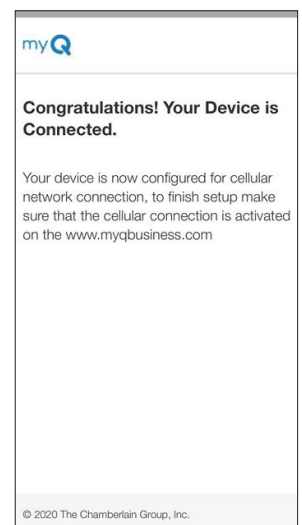

Figure 5
7. Lorsque la connexion est correcte, un message de félicitations indique que votre dispositif est connecté. Le voyant DEL situé à côté du voyant d'alimentation bleu doit être allumé sur le boîtier du CAPAC. Suivez les instructions pour résoudre les problèmes si nécessaire. (Voir Figure 5)